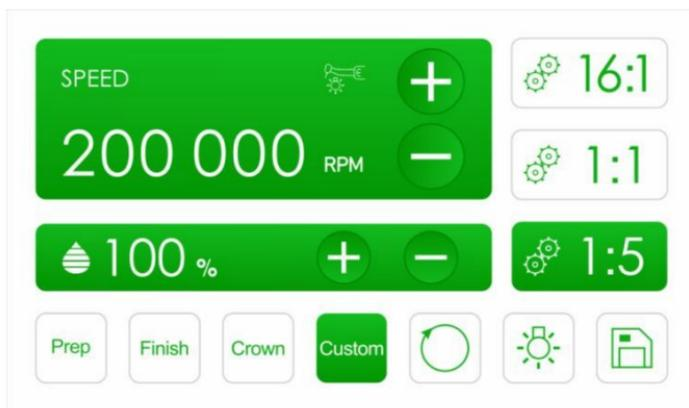

Figura 4.
5.2 Ligue o interruptor de energia na unidade principal, a tela acenderá e exibirá a interface de controle principal (Figura 4).